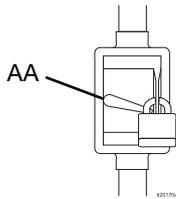

图 8：电气断连装置
注意：确保电器断连装置 (AA) 在接线前已关闭并锁定。参考图 8。